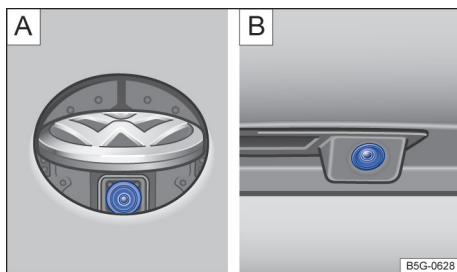

Fig. 249 Na traseira do veículo: câmera de marcha ré **A** no logo Volkswagen ou **B** na iluminação da placa de licença (representação esquemática).
Em veículos com câmera de marcha a ré no logo Volkswagen traseiro → Fig. 249 ③: